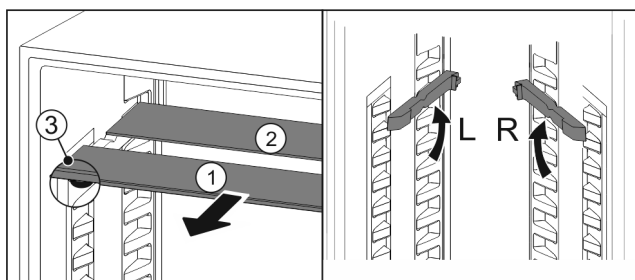

Fig. 211
- estrarre i ripiani di vetro singolarmente tirando in avanti Fig. 211 (1).
- Il piano in vetro Fig. 211 (1) con il motivo ornamentale è nella parte anteriore.
- I fermi Fig. 211 (3) sono rivolti verso il basso.